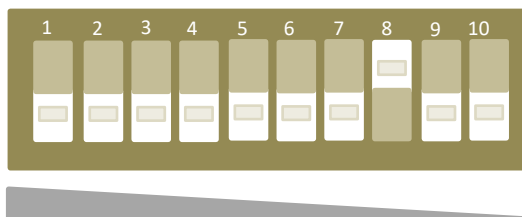

Рисунок 7.19
– установить флажок 8 переключателя регулировки чувствительности (поз.1 рисунок 7.1) в положение «Вкл.» (верхнее положение), все остальные флажки в положение «Выкл.» (нижнее положение) (рисунок 7.19);